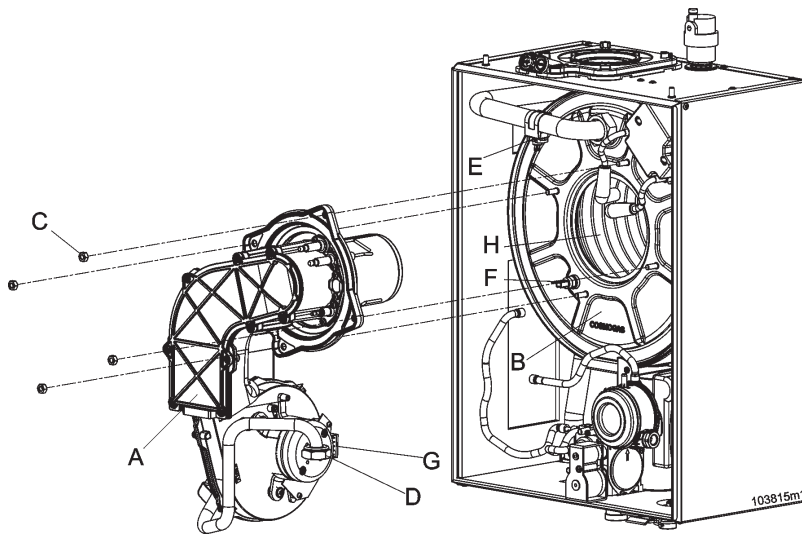

Рисунок 43 - Демонтаж группы вентилятор-горелка
- восстановить уровень воды внутри сифона, залив 100 см куб воды (стакан) через переходник выпуска отработанных газов или через окно "H" рис.43
- открутить гайку "D" рис. 43;
- снять эл.провод с датчика безопасности "F" рис. 43
- открутить четыре гайки "С" см. рис. 43;
- вытащить всю группу вентилятор и горелка поз. А рис.43
- чистить круглой щеткой с пластиковой щетиной внутри камеры сгорания (поз."Н" рис. 43)
- с помощью пылесоса, удалить остатки из камеры сгорания "Н" рис.43